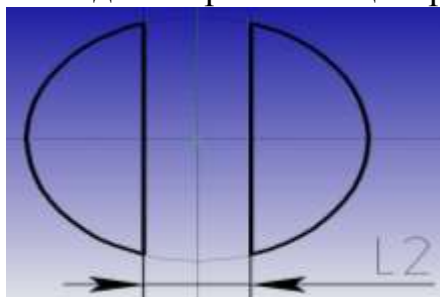

Рис. 8. Эскиз создания двух лысок
4. На торцевой плоскости получившегося цилиндра создайте новый эскиз (рис. 8).
6. Постройте две вертикальные линии, отстоящие от центра на расстояние $L/2$ и $-L/2$ ($L/2$ задается согласно индивидуальному варианту). Обведите полученный контур, как показано на рис. 8